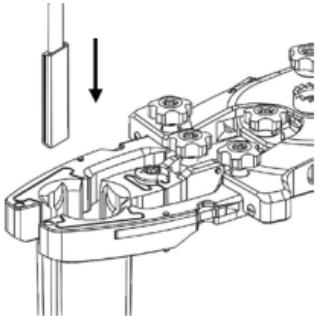

Figura 18
- Far scorrere la punta del distanziatore del cavo a fibre ottiche (ML-0068) nel canale del distanziatore della lama (Figura 18).